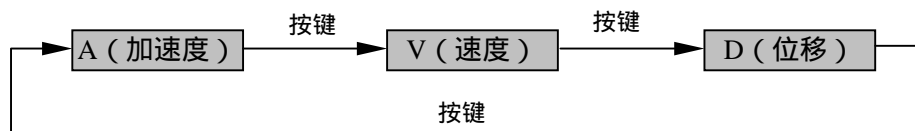

图 3-3
A.V.D 键：A 代表加速度、V 代表速度、D 代表位移。它用于三种测量方式的切换，其切换过程如图 3-3。需要说明的是仪器在第一次使用时默认测量方式为加速度方式。